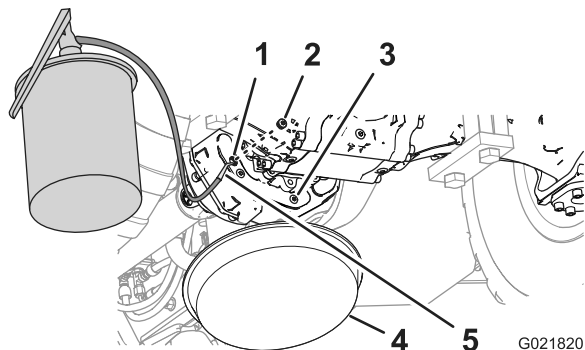

Figure 75
- Revissez un des bouchons dans l'orifice de vidange de la transmission (Figure 75).
- Versez l'huile spécifiée dans le carter de transmission par l'orifice de contrôle, jusqu'à ce que le niveau atteigne les filets au bas de l'orifice (Figure 75).
- Placez le bouchon restant dans l'orifice de contrôle de la transmission (Figure 75).